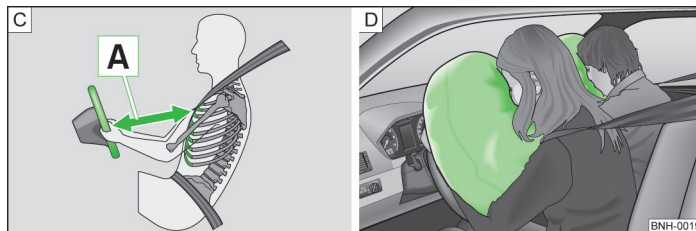

Fig. 132 Distanța sigură față de volan/airbaguri umplute cu gaz
Când se declanșează airbagurile, acestea se umflă în fața șoferului și pasagerului din față » fig. 132 - D. Airbagul umflat amortizează mișcarea spre înaintea a pasagerilor reducând astfel riscul de rănire în zona capului și a pieptului.
- Atât pentru șofer cât și pentru pasagerul față este important să păstreze o distanță de aproximativ 25 cm față de volan, respectiv de planșa de bord A » fig. 132. Dacă nu se respectă această distanță, sistemul airbag nu își poate exercita eficiența maximă – Pericol! Pe lângă acestea, scaunele din față și tetierele trebuie să fie întotdeauna reglate în funcție de mărimea corpului.